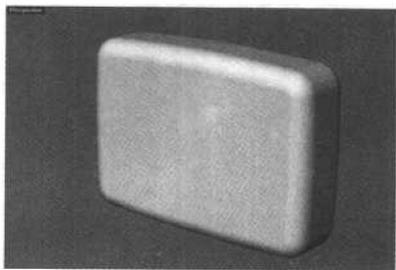

图 1.14 倒角后使用 Shade 模式观察
- (2) 换到 Perspective 视图，选择 Shade (渲染物体) 工具，在 Shade 模式下预览寻呼机的外形。现在看到的寻呼机还是比较丑陋的。
- (3) 选择 Fillet Edge (倒角边缘) 工具，点取寻呼机的上下边缘，在命令栏中输入数字 1.5，单击鼠标右键结束操作。现在的寻呼机有了倒角，如图 1.14 所示。